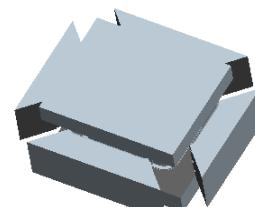

图 16.28 移动其他三个滑块后的状态
Step3. 参考 Step2, 移动其他三个滑块, 结果如图 16.28 所示。